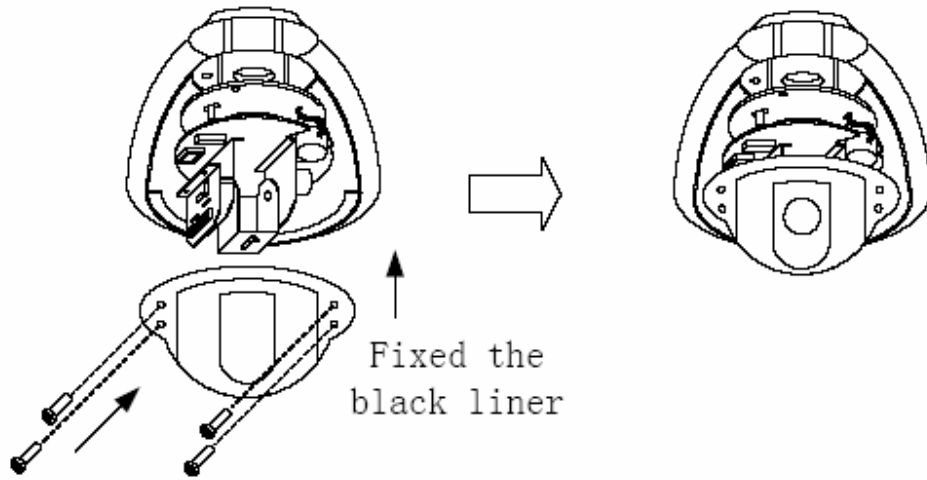

Figura 8
5. Vuelva a colocar la placa negra en su posición (ver figura 8).